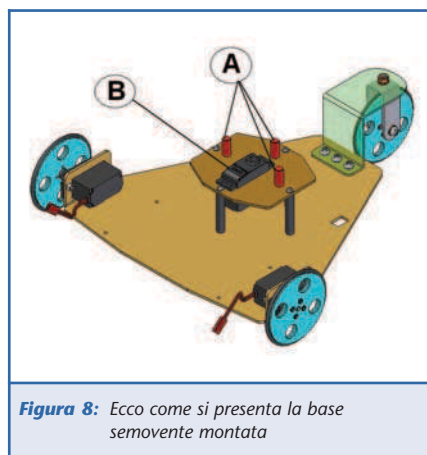
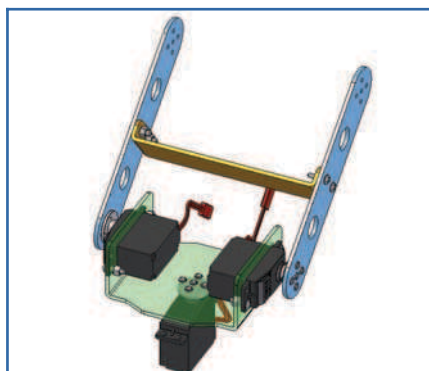

Figura 8: Ecco come si presenta la base semovente montata
Figura 11: Immagine virtuale dell'assieme N° 2
zione della torretta, in pratica il punto d'appoggio di tutto il nostro braccio, come si presenta lo vediamo nella **figura 8**.
L'oggetto in **figura 11** altri non è che il nostro assieme meccanico **N° 2** montato, dobbiamo assemblarlo alla base semovente, come fare? Prendiamo come al solito pinze a becco e cacciavite a croce, avviciniamo il gruppo 2 al gruppo 1 e poggiamo delicatamente la corona plastica, che si trova avvitata sotto la torretta, sull'ingranaggio del pignone del servo RC, che si trova fissato sul ponte fisso inferiore ed orientato verso l'alto, particolare (B) di **figura 8**.